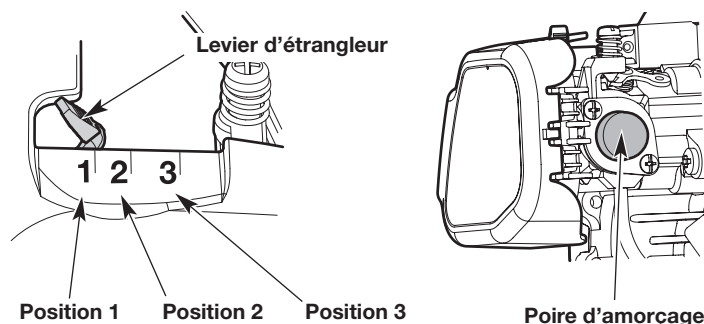

Fig. 11
3. Appuyez lentement et relâchez la poire d'amorçage à **10 reprises** (Fig. 11). Si aucune quantité de carburant n'apparaît dans la poire d'amorçage, appuyez et relâchez la poire jusqu'à l'apparition de carburant.
4. Déplacez le levier d'étrangleur en **Position 1** (Fig. 11).
7. Continuez d'appuyer sur la manette des gaz. Déplacez le levier d'étrangleur en **Position 2** (Fig. 11).
10. Continuez d'appuyer sur la manette des gaz. Déplacez le levier d'étrangleur en **Position 3** (Fig. 11). Laissez le moteur se réchauffer pendant 60 secondes de plus. L'appareil peut être utilisé pendant ce laps de temps.
SI... le moteur hésite, remplacez le levier d'étrangleur en **Position 2** (Fig. 11) et laissez-le chauffer.